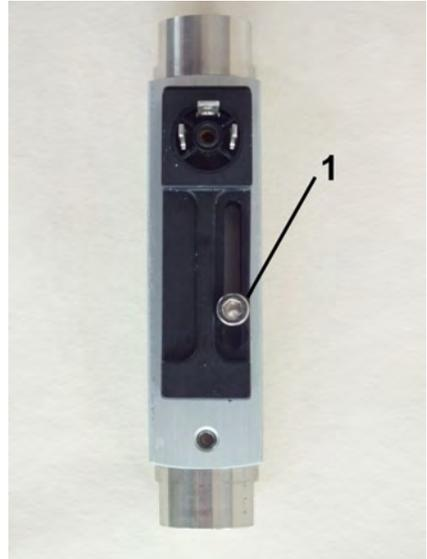

Abb. 32: Feststellschraube lösen
1. ▶ Die Feststellschraube des Schaltkontaktes (Abb. 32/1) mit einem Sechskant-Schraubendreher lösen.
6. ➤ Feststellschrauben des Schaltkontaktes (Abb. 32/1) mit einem Sechskant-Schraubendreher wieder anziehen. Dabei Schrauben-Anziehdrehmoment beachten.